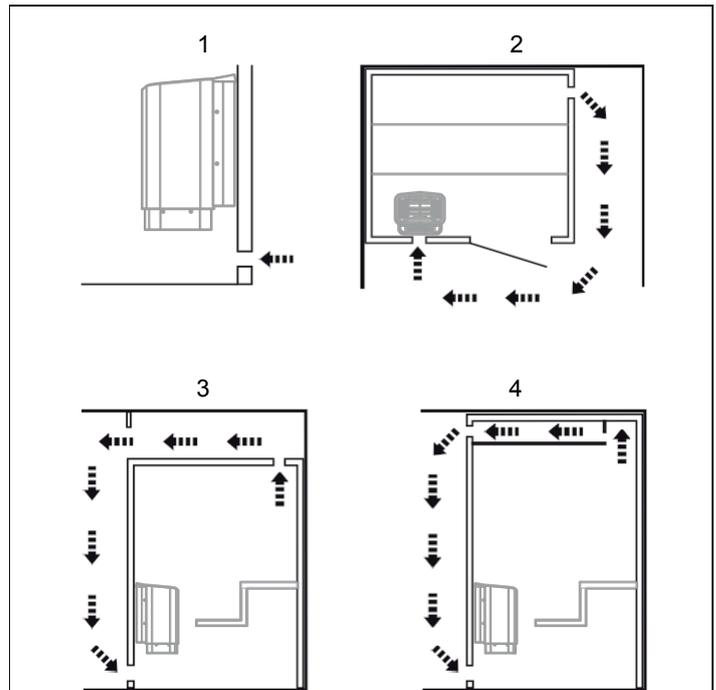

Figura 8: Posizionamento delle bocchette di aspirazione e scarico dell'aria
- alla massima distanza possibile dalla presa d'aria, ad esempio in diagonale (vedi Figura 8).
- in alto sulla parete o nel soffitto (vedere Figura 8).